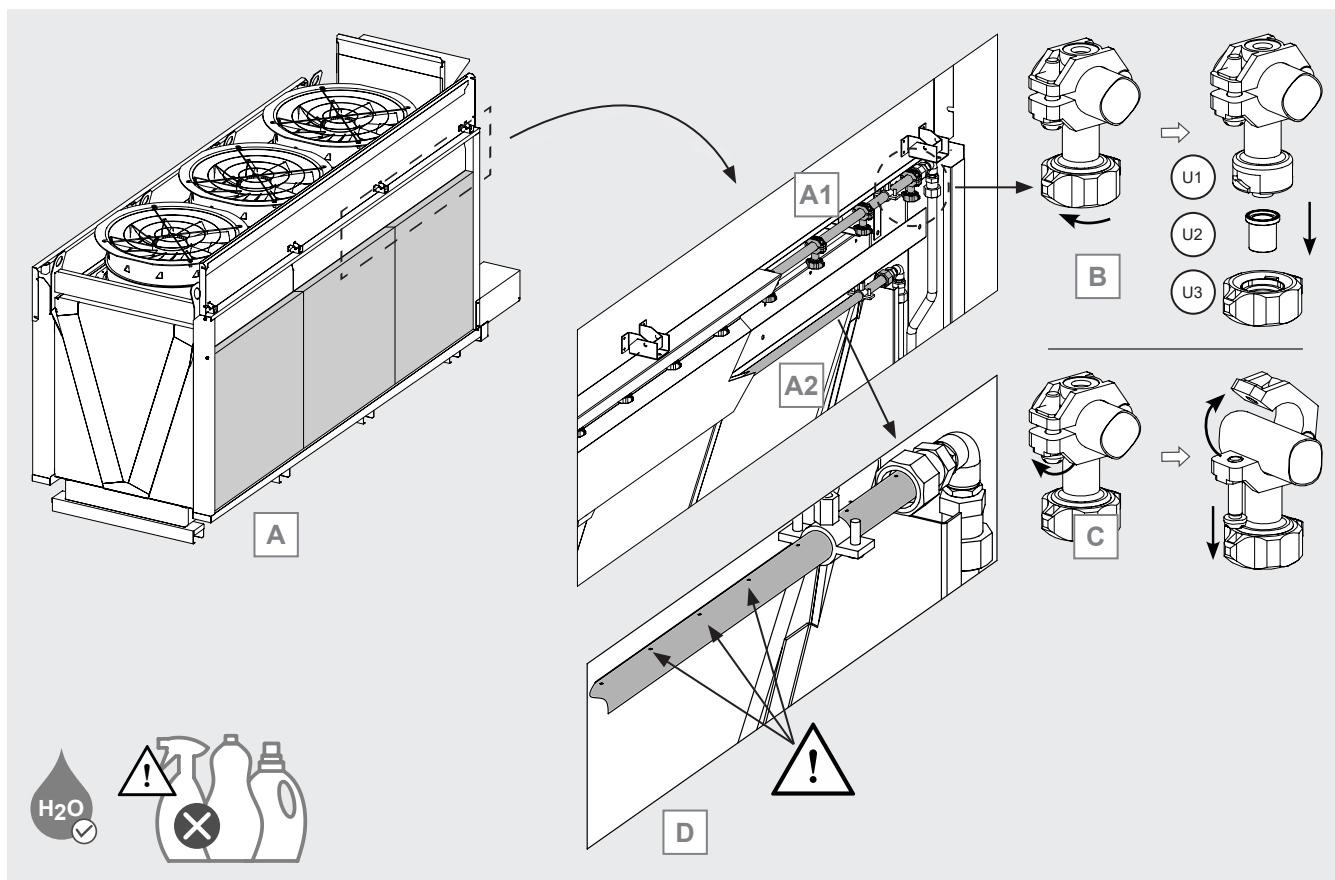

Figure 22
- 12.10.5 Localisez les conduites de distribution d'eau du système adiabatique. Observer la Figure 22 A : la ligne (A1), au moyen d'une rangée de buses, distribue l'eau au panneau extérieur. La ligne (A2), au moyen d'un tuyau perforé, distribue l'eau sur le panneau intérieur.
- 12.10.6 Observer la Figure 22 B. Chaque buse de la ligne (A1) est composée de 3 parties : 1 corps de buse (U1), 1 buse (U2) qui détermine le type de jet et le débit d'eau, 1 écrou (U3) qui maintient la buse en place.
- 12.10.7 Voir Figure 22 B. En cas d'encrassement des buses, il est possible de remplacer la buse sans changer l'ensemble de la buse: dévisser l'écrou et retirer la buse. Il existe 3 types de buses correspondant à 3 performances différentes : chacune est marquée par une couleur, violet (lilac), noir (black) et orange (orange). Remplacez les buses par des buses neuves de la même marque et de la même couleur. En cas de doute, contactez Modine.
- 12.10.8 Observer la Figure 22 C. Dans le cas de buses endommagées, dévissez la vis et ouvrez le raccord rapide. Retirer la buse. Si la buse est endommagée, remplacez-la complètement, y compris la buse.
12.10.10 Observer la Figure 22 D. Vérifier que tous les trous du tuyau de distribution (A2) sont parfaitement dégagés. Éliminez les éventuels résidus de calcaire à l'aide d'un chiffon humide. Ne pas utiliser de détergents ou de substances agressives.